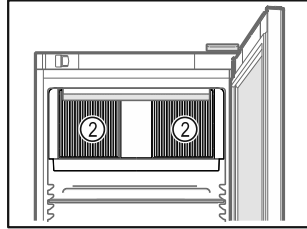

Fig. 62
- Ventilatiesleuf Fig. 62 (2) van de ventilator in de binnenruimte vrijhouden.